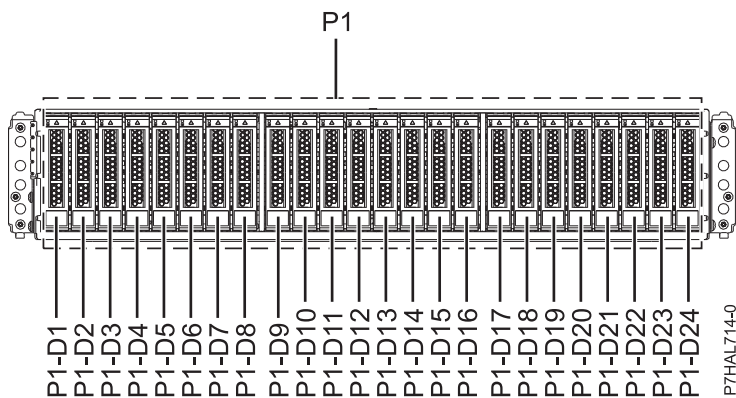
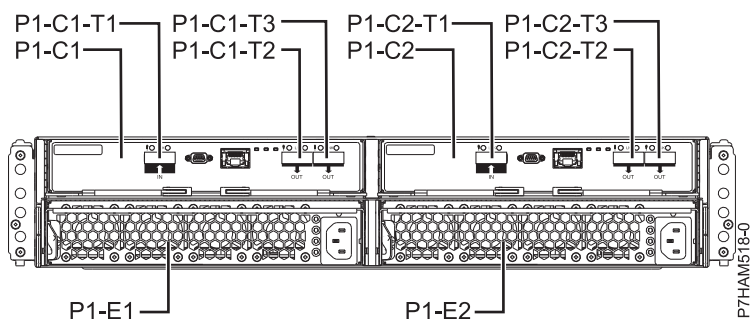

Figura 31. Vista anterior do 5887 suporte de unidades de disco mostrando a localização das unidades de disco
Figura 32. Vista posterior da 5887 suporte de unidades de disco
5. Identifique o componente e o suporte aos quais pretende prestar assistência. As ranhuras de unidades de disco e unidades de disco de segunda geração estão localizadas na parte anterior do suporte. A Figura 31 na página 36 e a Figura 32 na página 36 mostram a vista anterior e vista posterior do suporte e as localizações de unidades de disco no suporte.